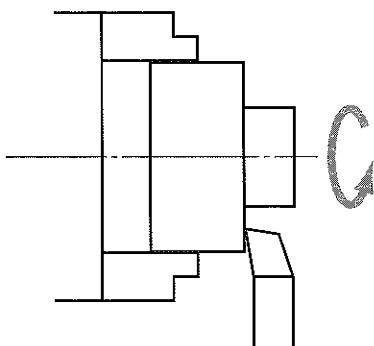

図4
- (1) 材料の加工性のうち、削りやすさのことを(a)性といふ。
- (2) (b)の働きには、潤滑作用や冷却作用などがある。
- (3) 図4は旋盤で材料を切削している状態を示しているものである。バイトが材料に触れている部分の周速度を(c)速度といい、主軸の単位時間あたりの回転数を(d)速度といふ。
- (4) 図4のように、回転している材料を刃物で切削することを(e)といふ。